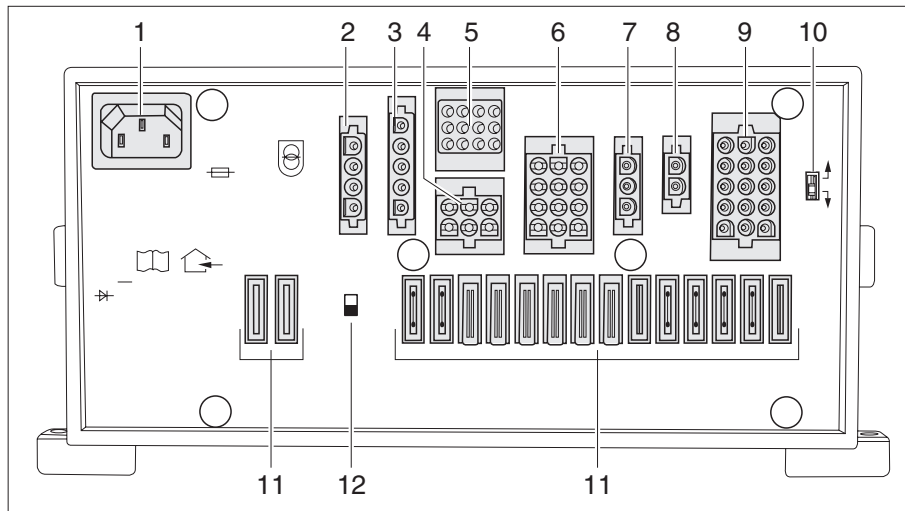

Fig. 63 Bloc électrique (EBL 119)
L'interrupteur-séparateur de batterie (Fig. 63,12) coupe tous les consommateurs 12 V de la cellule, y compris la valve de sécurité et de vidange. Ceci permet d'éviter une décharge lente de la batterie de cellule lorsque le véhicule reste inutilisé pendant une longue période (p.ex. immobilisation temporaire).
- ▶ Pousser l'interrupteur-séparateur de batterie (Fig. 63,12) vers le haut : Batterie Marche.
- ▶ Pousser l'interrupteur-séparateur de batterie (Fig. 63,12) vers le bas : Batterie Arrêt.
Le sélecteur de batterie (Fig. 63,10) peut être utilisé pour régler le module de charge du bloc électrique sur le type de batterie de cellule installé dans le véhicule (« plomb gel », « plomb acide » ou AGM).